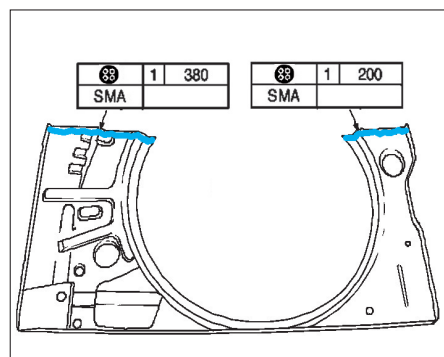

FIG. 124
- Encoller le plancher (fig. 124).